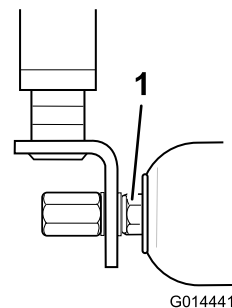

图 16
2. 如果有过度移动小心用扳手拧紧滚筒两端的螺母紧度以不再出现任何摆动为止 图 16。